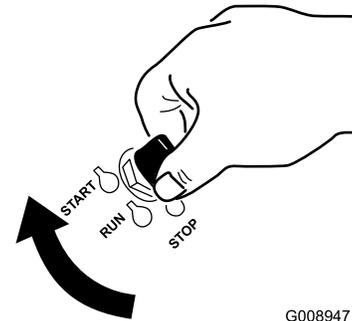

Figura 19
6. Gire la llave de contacto a la posición de ARRANQUE (Figura 19).